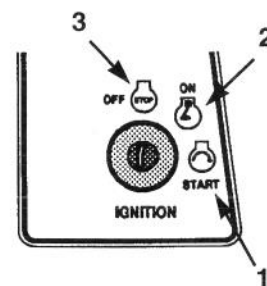

Fig 10
6. Girate la chiave di accensione in senso orario e tenetela in posizione "START" (Fig. 10). Quando il motore si avvia, rilasciatela.
2. Girate la chiave di accensione in posizione "OFF" (Fig. 10).